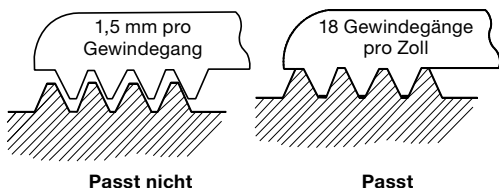

Abb. 3
- c. Verwenden Sie die für das in Schritt b identifizierte Gewinde geeignete Gewindelehre, bis Sie eine Übereinstimmung finden (Abb. 3).